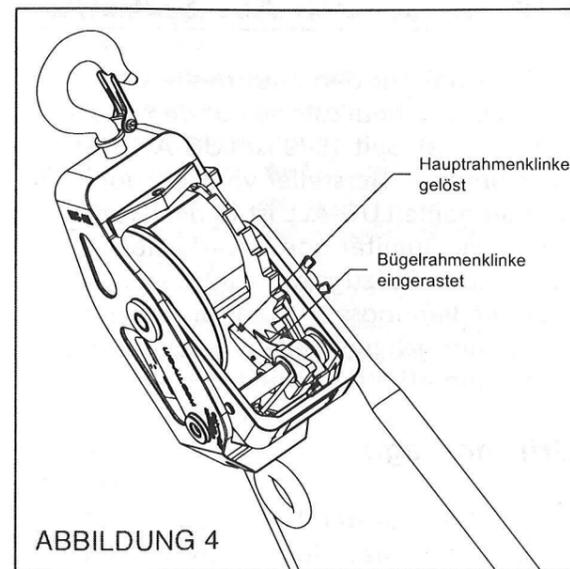

ABBILDUNG 4
- 1) Den umlegbaren Griff von der Trommel weg klappen, um die Bügelrahmenklinke aus den Ratschenzähnen auszurasen (ABBILDUNG 4).
(SIEHE ABBILDUNG 4)